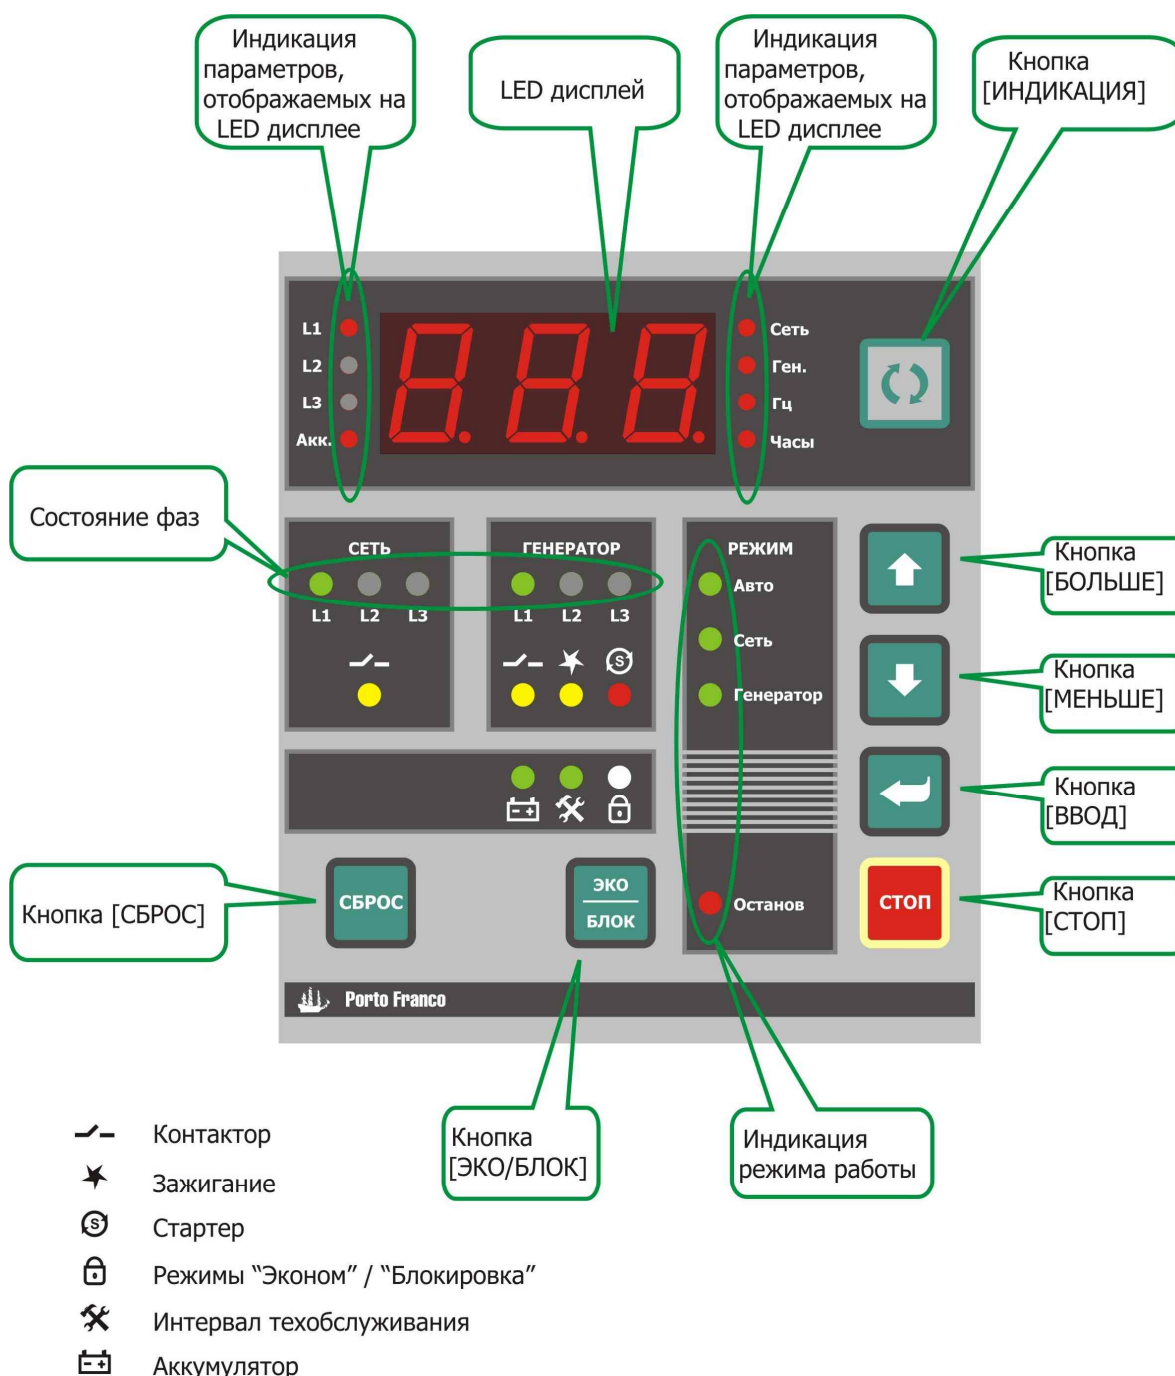

Рис. 5.2. Панель индикации и управления
На передней панели контроллера расположены следующие элементы индикации (рис. 5.2):
5.4.1 На панели индикации и управления (Рис. 5.2) расположены следующие элементы: